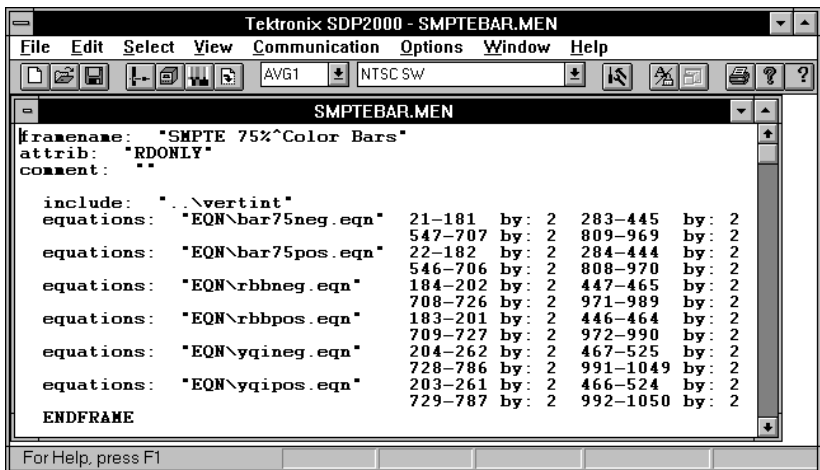

図 2-2 : SDP2000 フレーム・エディタ内のサンプル・フレーム・ファイル
2. すでにあるファイルを使用するために、SDP2000 ディレクトリから .men ファイルをコピーし、新しいファイル名で保存します。図 2-2 に、.men ファイルを示します。